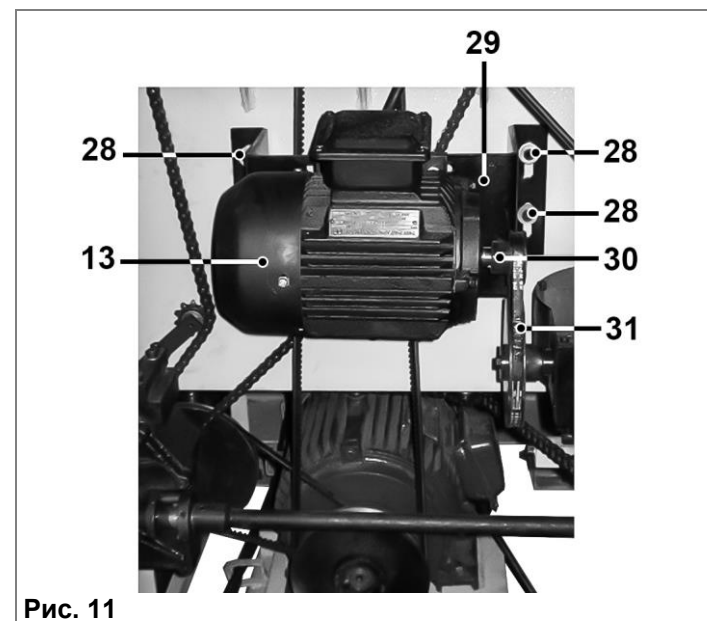

Рис. 11
10.2.1. Открутите два болта (21) (Рис. 9), откройте левую дверцу (22) и проверьте натяжение ремней передачи привода подъема и опускания стола (31) (Рис. 11). При необходимости произведите регулировку.
10.2.2. Ослабьте четыре болта (28) (Рис. 11), произведите регулировку положения плиты (29) электродвигателя подъема стола (13).